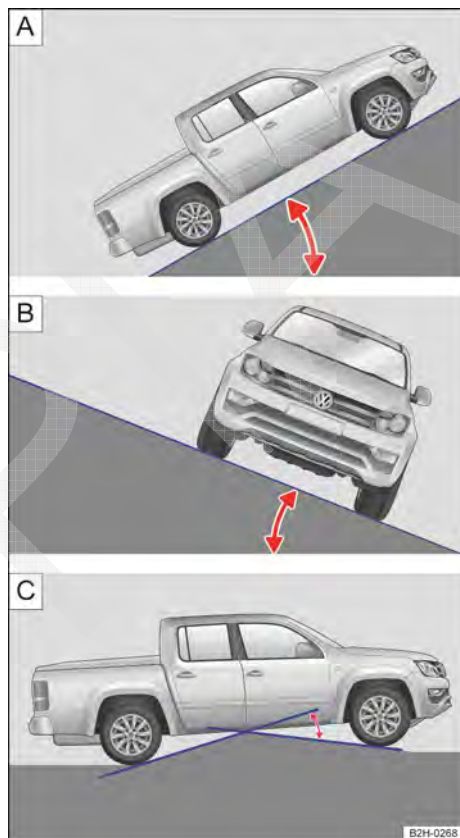

Fig. 139 Representação da rampa máxima [A], ângulo de inclinação [B] e ângulo da rampa [C].
**Rampa máxima** A inclinação (rampa) ultrapassada num percurso de 100 m é indicada em porcentagem ou em graus → Fig. 139 [A]. Indicação do ponto, até o qual o veículo pode subir uma inclinação com força própria. Isto depende, entre outras coisas, do pavimento da rodovia e da potência do motor.
**Ângulo de inclinação lateral** Indicação do ângulo até o qual o veículo pode ser conduzido obliquamente ou transversalmente à linha de inclinação de uma encosta, sem que o mesmo tombe lateralmente (condicionado pelo centro de gravidade) → Fig. 139 [B].
**Ângulo de rampa** Indicação do ângulo com o qual o veículo consegue transpor uma rampa em baixa velocidade sem que o veículo encoste no solo com a parte inferior → Fig. 139 [C].